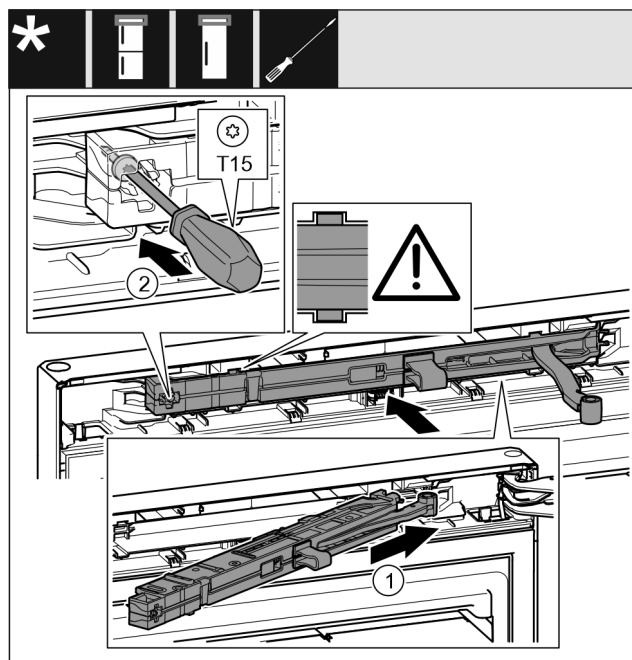

Fig. 23
- ▶ Jednotku tlmíča uzatvárania zasuňte na strane ložiskovej konzoly až na doraz šikmo do vybrania. Fig. 23 (1)
- ▶ Skrutkovačom T15 pevne zaskrutkujte skrutku. Fig. 23 (2)